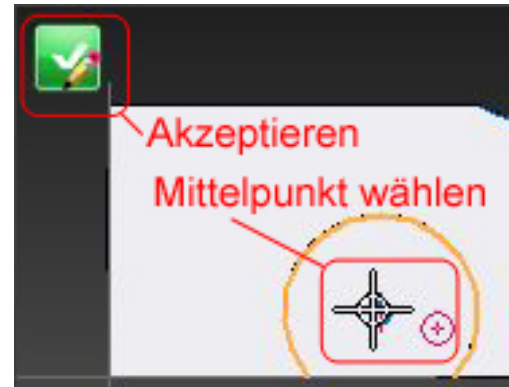

Abb. 40 Mitte Radausschnitt wählen
84. Akzeptieren Sie durch Klick auf den grünen Haken (Abb. 40).